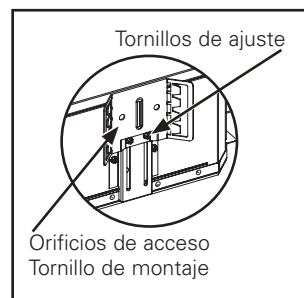
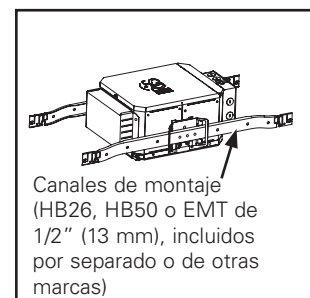

Figura 4.
Figura 5.
- La plataforma del alojamiento PN3LED12 viene equipada con soportes de suspensión universales (Figura 4.). Puede ajustar la altura de cada soporte de suspensión si afloja los dos tornillos de ajuste, fija la altura del soporte y vuelve a ajustar los tornillos de ajuste para asegurar el soporte en su lugar.
- Esta plataforma de alojamiento debería estar sostenida por guías u otra estructura con capacidad para sostener el peso de una luminaria de 10 libras (4,5 kg) (Figura 5.). Para alojarla en un espacio más estrecho en la viga, extraiga los soportes de suspensión universales, ajustando el soporte hasta su posición más alta y extrayendo los tornillos de montaje (Figura 4.). Luego de extraer los soportes de suspensión, vuelva a colocar los tornillos de montaje en el alojamiento para mantener el hermetismo de la construcción.